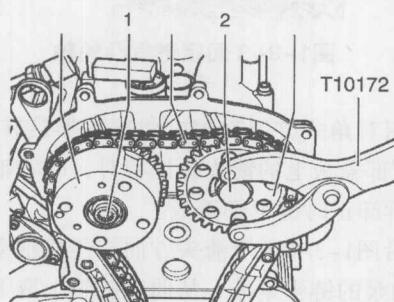

图1-2-15 安装凸轮轴固定件并旋紧螺栓
⑨如图1-2-15所示，用 $40\text{N}\cdot\text{m}$ 的力矩拧紧紧固螺栓1，并用 $50\text{N}\cdot\text{m}$ 的力矩拧紧螺栓2（使用固定支架T10172）。
⑩拧下螺栓并将凸轮轴固定件T10171A从凸轮轴箱上取下。
⑪检查配气相位。
⑫如果配气相位正常，将凸轮轴正时齿轮用固定支架T10172固定并用一把刚性扳手将紧固螺栓1（左旋螺纹）和2继续转 $1/4$ 圈（ 90° ），如图1-2-15所示。